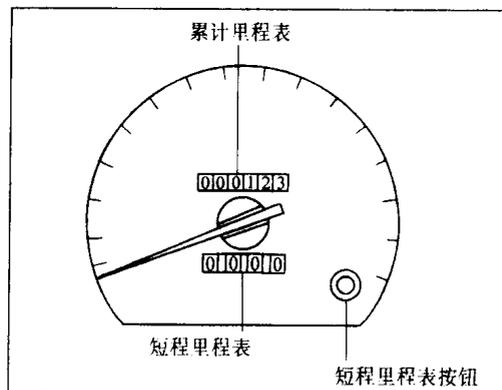

图 1-23 里程表
(9) 里程表,如图 1-23 所示。累计里程表记录车辆已行驶的总里程数,而短程里程表则由零开始,记录每次行驶距离。若需记录单次行驶里程时,只要按下短程里程表按钮即可。里程表上的数字表示 1/10km。